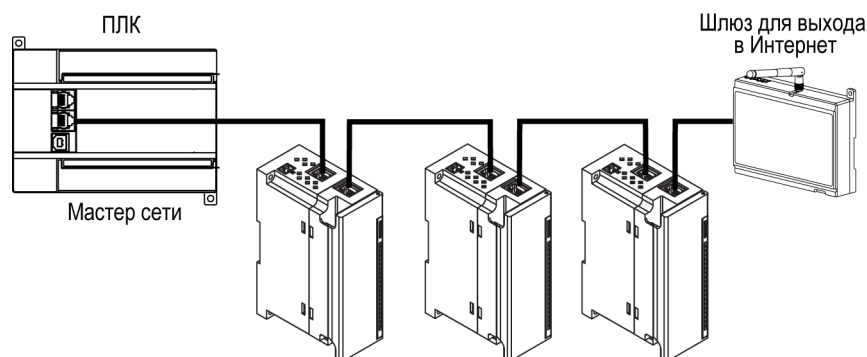

Рисунок 5.12 – Подключение по схеме «Цепочка»
- «Цепочка» / «Daisy-chain» (рисунок 5.12).